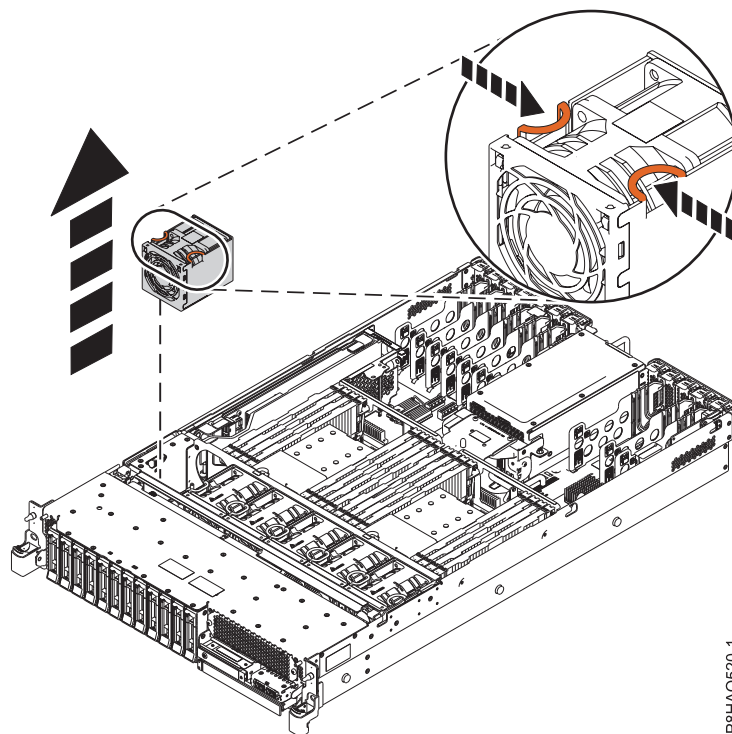

図 2. ファンの取り外し
- c. 図 2 に示すように、タッチ・ポイントを使用してファンを持ち上げてケージから外します。